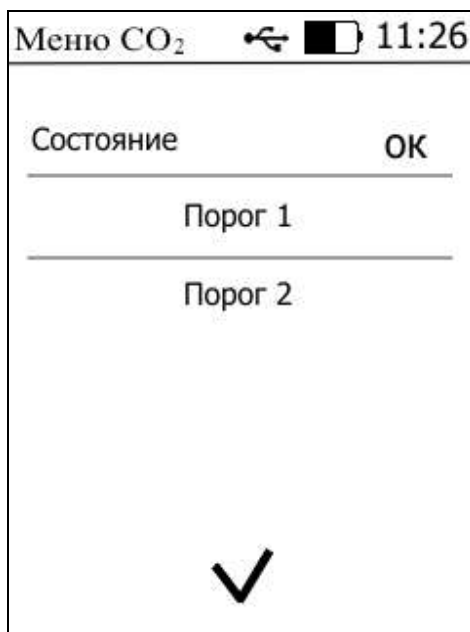

Рисунок 5.5 Экран настройки пороговых значений
4.7 При включении газоанализатора осуществляется самотестирование газоанализатора в течение 15 секунд. При наличии внутренних неисправностей газоанализатор на индикаторе сигнализирует номер неисправности. После успешного тестирования и завершения загрузки на дисплее отображаются поля для отображения измерений и их параметров. Расшифровка неисправностей тестирования и других ошибок в работе газоанализатора отображается в меню выбора порогов, Рисунок 5.5.
Для настройки нужного порога нажать на область «Порог 1» или «Порог 2», рисунок 5.5.